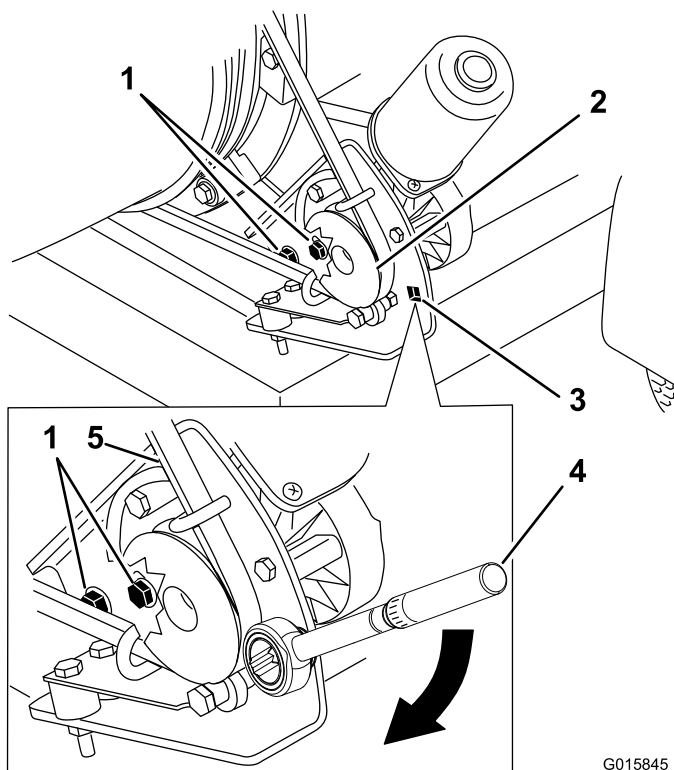

图25
1. 拧开将皮带轮安装支架固定到吹风机机架上的螺栓（图25）。
2. 将扭矩扳手放入皮带轮安装支架（图25）。
3. 将皮带轮安装支架转离出风管，直至扭矩扳手读数为 $22.6 \sim 26.0 \text{ N} \cdot \text{m}$ （图25）。